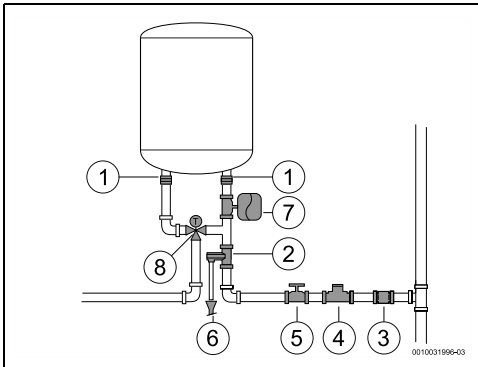

Fig. 15
- ▶ Si raccomanda di installare una valvola termostatica (fig. 15, [8]) sul tubo di uscita dell'apparecchio, se si utilizzano tubi PEX. Tali tubi devono essere adeguati alle performance del materiale utilizzato.
- Non installare mai accessori (diversi da quelli illustrati in fig. 15) tra la valvola di sicurezza e l'ingresso acqua fredda sanitaria (lato destro) dell'apparecchio.
- installare un riduttore di pressione (fig. 15, [4]). La valvola di sicurezza si attiva quando la pressione dell'acqua nell'apparecchio è superiore a 8 bar (± 1 bar), pertanto è necessario prevedere una soluzione per scaricare l'acqua.
- installare un vaso d'espansione (fig. 15, [7]) per evitare che la valvola di sicurezza si apra spesso. Il volume del vaso d'espansione deve essere pari al 5% del volume dell'apparecchio.